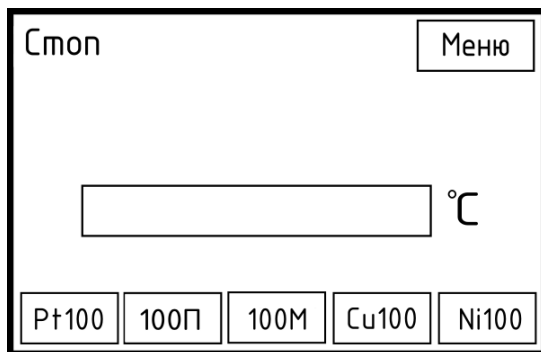

Рисунок 3.26 – Режим воспроизведения (имитации) значения температуры путем воспроизведения значения электрического сопротивления, соответствующего HСХ RTD
3.10.1 Для установления режима воспроизведения (имитации) значения температуры путем воспроизведения значения электрического сопротивления, соответствующего HСХ RTD (рисунок 3.26) необходимо последовательно нажать сенсорные клавиши «**Меню**» и «**RTD Термосопротивления**» на дисплее.